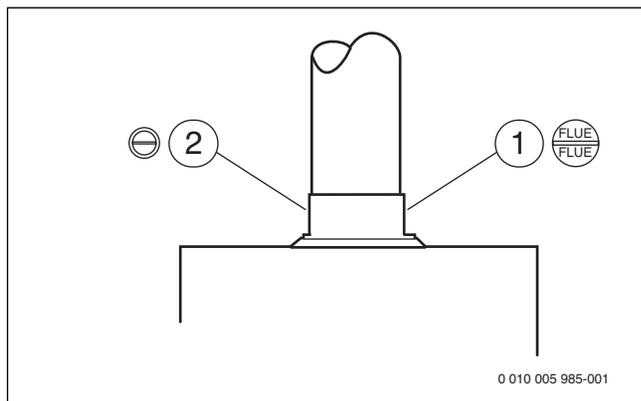

Рис. 28 Штуцер для измерения дымовых газов и штуцер для измерения воздуха для горения
- ▶ Снимите заглушку с измерительного штуцера дымовых газов (→ рис. 28, [1]).